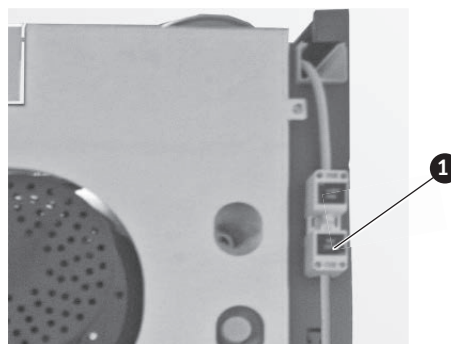

Fig. 99 Brancher ou raccorder la fiche secteur
Les connexions électriques se trouvent dans et/ou sur le tableau de distribution – Fig. 99. La fiche secteur est située à l'arrière de la jaquette de la chaudière. Le tableau de distribution renferme les cartes de base. Les bornes de raccordement sont disposées à l'extérieur, sur le couvercle du tableau de distribution (bornes à ressort en cage sans vis).
- ▶ Brancher ou raccorder la fiche secteur à l'arrière de la chaudière – Fig. 99.